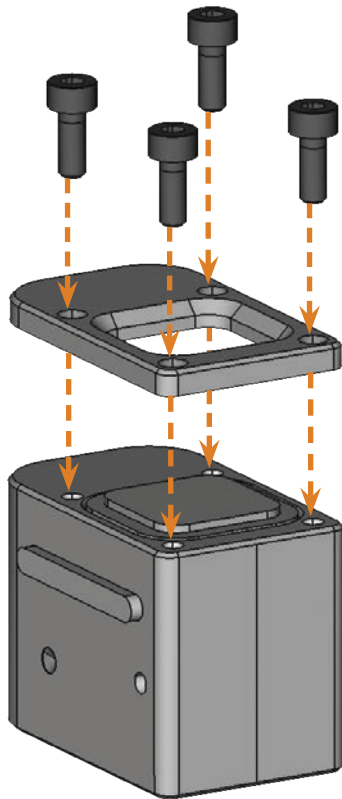

FIG. 47: ENSAMBLAJE DEL ALMACÉN DE HERRAMIENTAS
- M6. Vuelva a colocar la cubierta en el almacén de herramientas y atornílle la con los tornillos desenroscados en el paso M4 (↗ Fig. 47).